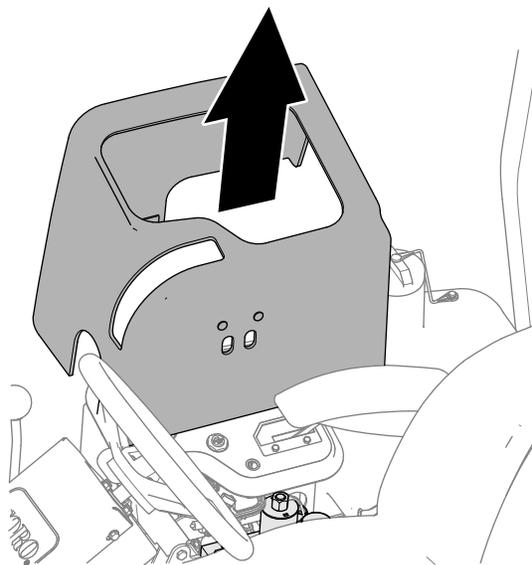

Рисунок 89
3. Поднимите крышку консоли управления (Рисунок 89) на магнитном креплении, чтобы открыть доступ к коллектору газонокосилки.